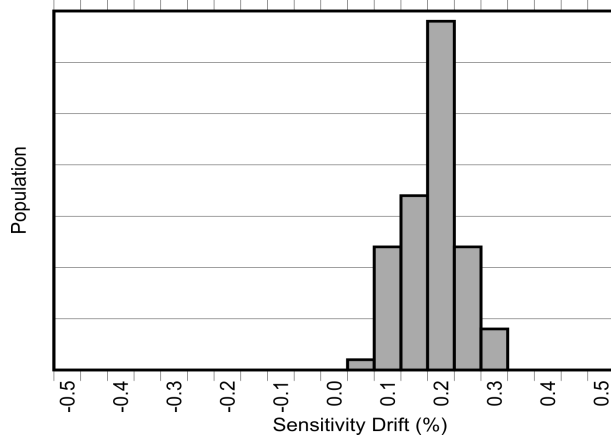
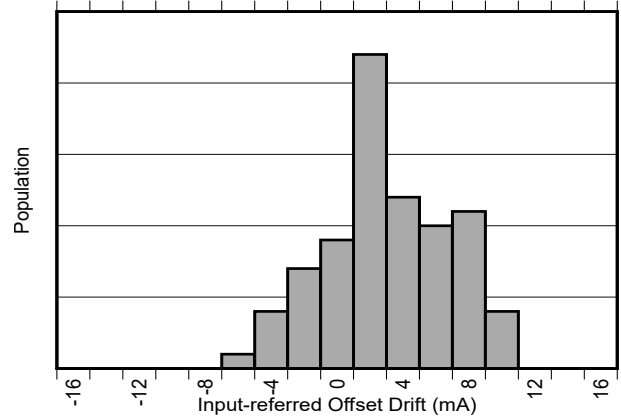

图 8-3. AEC-Q100 高温工作寿命应力测试后的灵敏度误差漂移
图 8-4. AEC-Q100 高温工作寿命应力测试后的以输入为基准的失调漂移
除了较大的热漂移之外，典型的磁性电流传感器由于在器件的寿命内老化，其灵敏度还会出现 2% 到 3% 的额外漂移。TMCS1123-Q1 中用于降低温度漂移的相同专有补偿技术也用于大大降低由于应力和环境条件（尤其是在较高的运行温度下）引起的老化而导致的寿命漂移。如 电气特性 所示，TMCS1123-Q1 具有行业出色的寿命灵敏度漂移，这是在标准三批 AEC-Q100 认证期间，在 130°C 和 85% 相对湿度 (RH) 下进行高加速应力测试 (HAST) 后实现的。在按照 AEC-Q100 认证规定进行 1000 小时、125°C 高温工作寿命应力测试后，还观察到 电气特性 中规定的界限内的低灵敏度和温漂。这些测试模拟了器件在使用寿命期间的典型运行情况，表明与典型的磁性电流传感器相比，由于老化导致的器件性能变化得到了极大的改善。图 8-3 和图 8-4 展示了在进行 AEC-Q100 规定的 1000 小时、125°C 高温工作寿命应力测试后的灵敏度和失调电压漂移。器件的运行性能在器件的整个生命周期内存在差异。该测试模拟了典型的器件寿命，并表明器件与典型磁传感器相比可能会大幅提高性能。